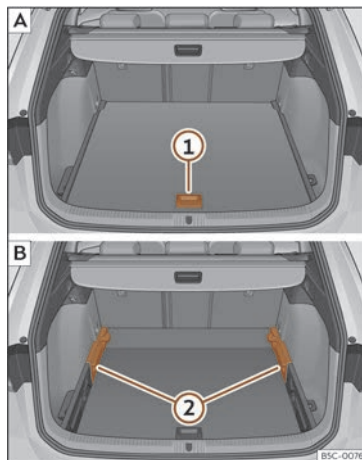

Fig. 179 Piso variable do maletreiro: **A** posición alta; **B** posición baixa.
- Para pasar da posición baixa á alta, levante o piso pola asa >>> **fig. 179** **1**, puxe cara atrás ata que a parte dianteira do piso supere totalmente os soportes **2**.
- Para pasar da posición alta á baixa, levante o piso pola asa >>> **fig. 179** **1**, puxe cara atrás ata que a parte dianteira do piso supere totalmente os soportes **2**.
- Co piso variable en posición alta, levánteo pola asa >>> **fig. 179** ①, puxe dela e empuxe cara ao respaldo dos asentos posteriores ata que se dobre o piso pola liña de bisagra e a parte móbil do piso repouse sobre el.